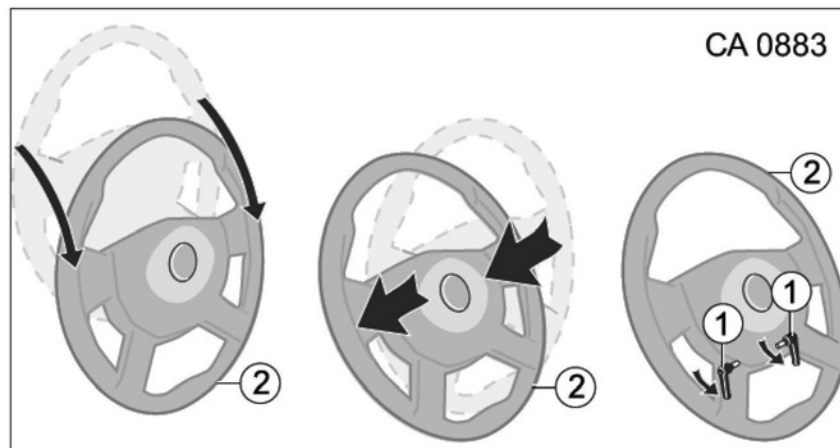

Fig. 93 Pivoter le volant sur la position initiale
1. Saisir le volant (Fig. 93/2) avec les deux mains et le guider vers le bas.
2. Saisir le volant (Fig. 93/2) en son milieu et le pousser droit vers la colonne de direction. Ensuite, pousser le volant (Fig. 93/2) pour le faire encliqueter de manière audible dans le verrouillage.
3. Tourner les deux verrous simultanément (Fig. 93/1) jusqu'en butée dans le sens opposé au sens de conduite et verrouiller le volant (Fig. 93/2) dans cette position.